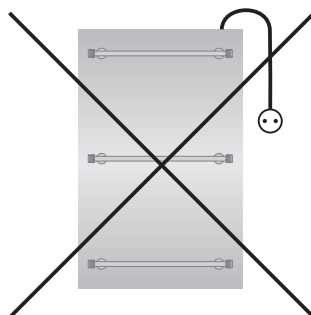

Рис. 14
4.10. Запрещается устанавливать дизайн-радиатор в перевернутом положении, коробка питания всегда должна находиться в нижней части дизайн-радиатора (рис. 14).